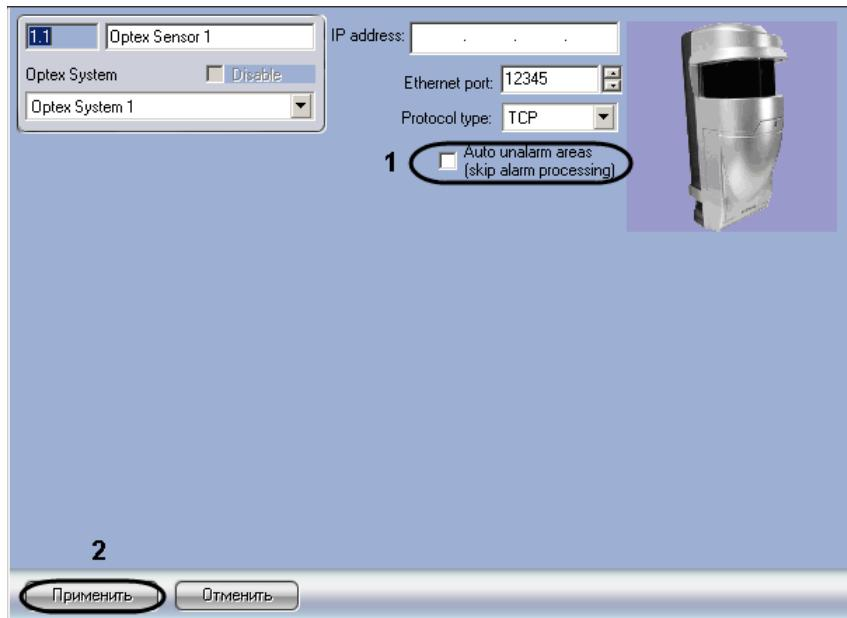

Рис. 3.4—1 Выбор способа обработки тревоги
1. Перейти на панель настроек объекта **Optex Sensor** (Рис. 3.4—1).
2. В случае, если тревогу со всех зон датчика требуется обрабатывать автоматически, необходимо установить флагок **Auto unalarm areas (pass process alarm)** (см. Рис. 3.4—1, 1). В случае, если обработка тревоги со всех зон датчика должна производиться оператором, данный флагок необходимо снять.
3. Для сохранения изменений в ПК ACFA *Intellect* нажать на кнопку **Применить** (см. Рис. 3.4—1, 2).